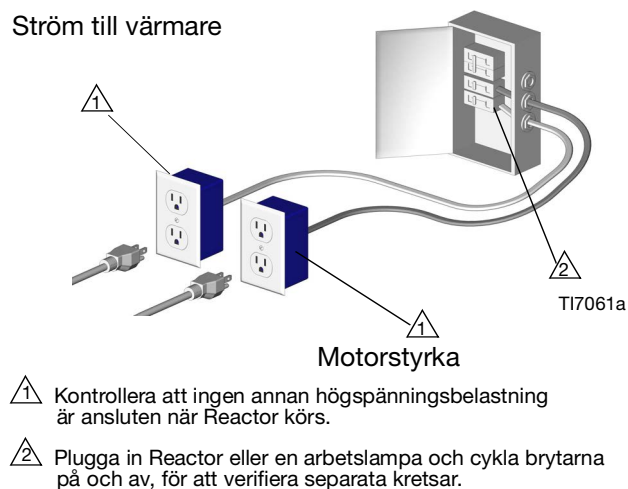

FIG. 4 Använd två separata kretsar
1. Anslut Reactorn till rätt strömkälla för modellen. Se TABELL 4. Strömsladdar måste anslutas till två separata dedikerade kretsar. Se FIG. 4.